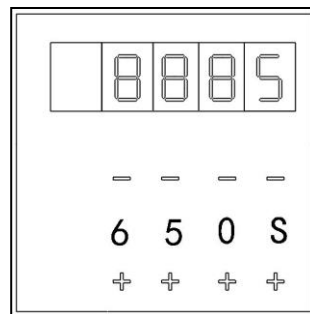

图 4
本机器时间控制器计时单位有小时 (H)、分钟 (M)、秒 (S) 3 种，通常选择以秒 (S) 为使用单位，再通过“+”或“-”设定使用时间大小。例如需加压 650 秒，用每个方框上下的“+”或“-”进行设置（如图 4）。